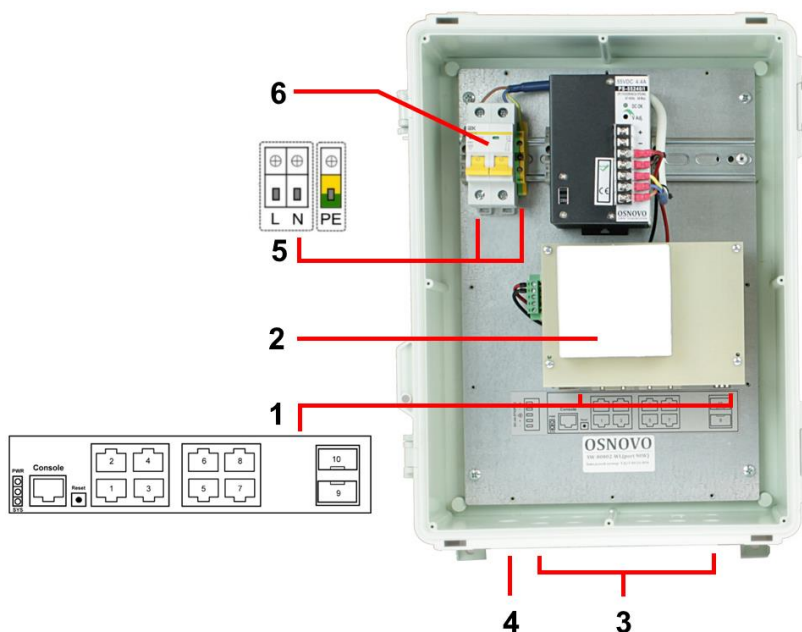

Рис.4 Подключение уличного коммутатора SW-80802-WL(port 90W)
1. Проденьте кабели витой пары через соответствующие отверстия гермовводов (3) снаружи внутрь бокса (рис.4).